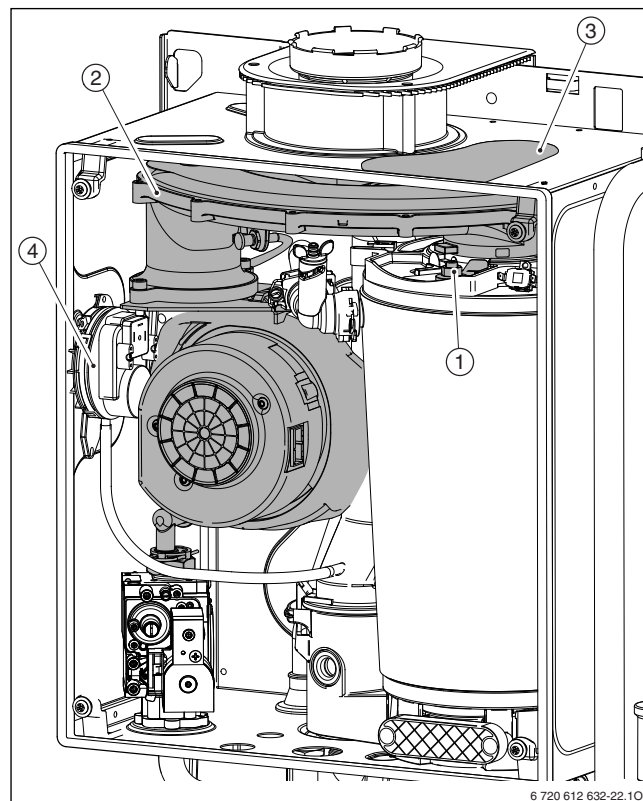

Fig. 46
- ▶ Togliere il coperchio fig. 46.